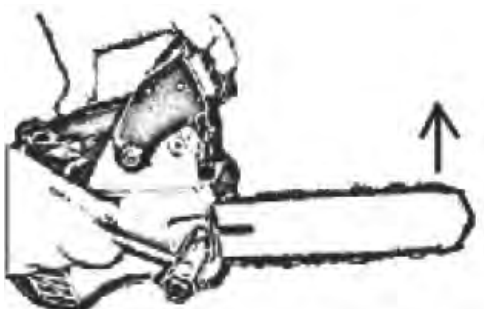

Рис. 4.
6. Сохраняя рычаг тормоза в цепи натянутым в верхнем положении, надежно затяните гайку, используя кольцевой гаечный ключ, который входит в комплектацию. (Рис. 4)